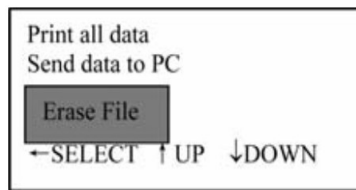

Abbildung 34
- d. Bestätigen Sie mit „←“. Bewegen Sie den Cursor mit „↑“ oder „↓“ auf „Erase file“ (Datei löschen) (wie in Abbildung 34 dargestellt).